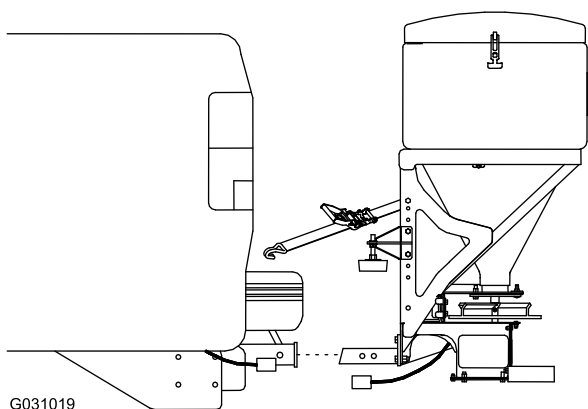

Figura 17
- Deslice el enganche del esparcidor en el receptor de enganche del vehículo y alinee el segundo orificio en el enganche del esparcidor con el orificio del enganche del vehículo (Figura 17).